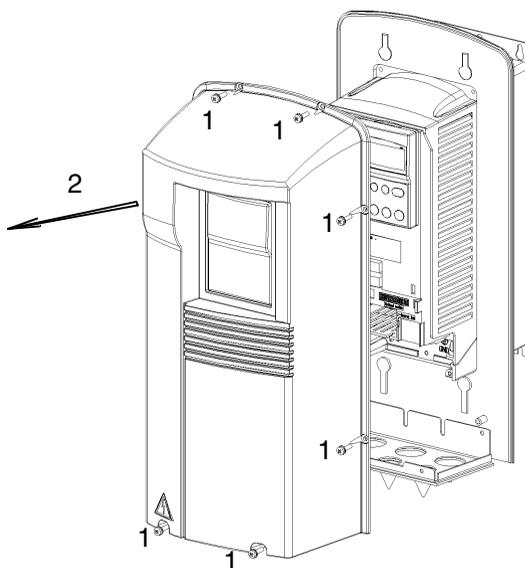

Figura 10 Apertura de los convertidores de frecuencia tipo IP 54 / NEMA1.
- 1 Extraiga la tapa anterior, véase la Figura 10.